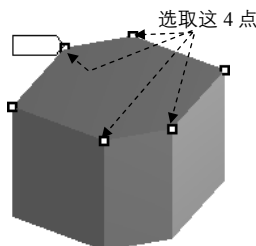

图 5.3.39 指定 end vertex
(4) 指定 end vertex。单击以激活 **Specified Ends** 后的文本框，选取图 5.3.39 所示的点，单击 **Apply** 按钮确认。